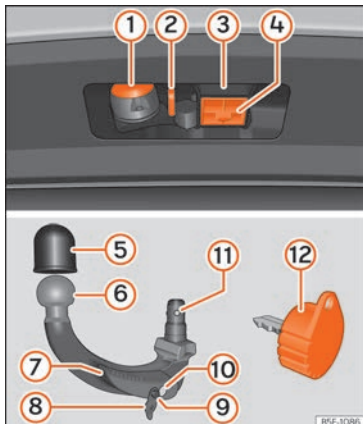

Abb. 263 Halterung der Anhängervorrichtung / abnehmbarer Kugelkopf / Schlüssel
Legende zu »» **Abb. 263**
- Den Verschlussdeckel der Hakenaufnahme ④ »» **Abb. 263** nach unten abnehmen.